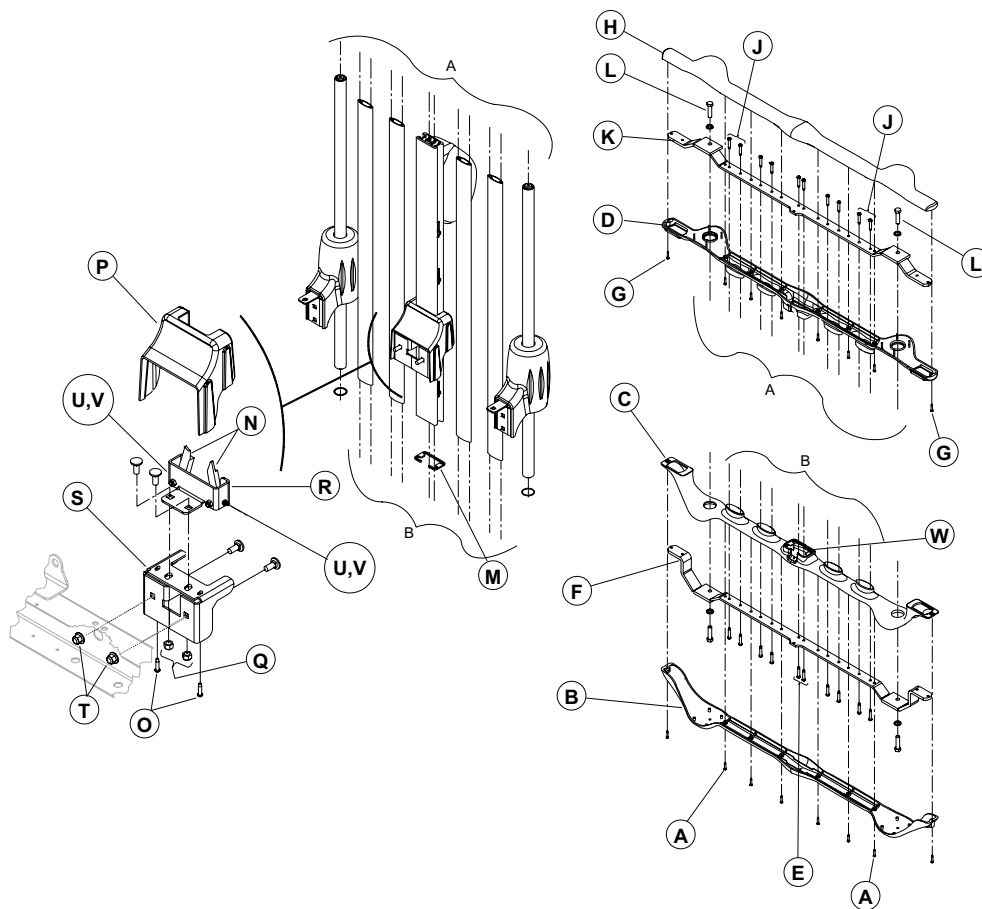

Figure 29 – Remplacement de la colonne centrale de la barrière latérale (portes d'accès fixes)
4. À l'aide d'un tournevis cruciforme n° 1, retirer les huit vis (A) qui fixent la moitié inférieure de la pièce de finition en plastique inférieure (B) à la moitié supérieure de la pièce de finition en plastique inférieure (C) (Figure 29). Conserver les vis.
6. À l'aide d'un tournevis cruciforme n° 2, retirer les deux vis (E) qui fixent l'extrémité inférieure de la colonne centrale à l'élément de structure inférieur (Figure 29). Conserver les vis.
9. À l'aide d'un tournevis cruciforme n° 1, retirer les huit vis (G) qui fixent la moitié supérieure de la pièce de finition en plastique supérieure (H) à la moitié inférieure de la pièce de finition en plastique supérieure (Figure 29). Conserver les vis.
13. À l'aide d'un tournevis cruciforme n° 2, retirer les dix vis (J) qui fixent la moitié supérieure des montants et la colonne centrale à l'élément de structure supérieur (K) (Figure 29). Conserver les vis.
14. À l'aide d'une douille de 1/2 po, retirer les deux boulons et les deux rondelles (L) qui fixent l'extrémité supérieure des deux montants de guidage à l'élément de structure (K) (Figure 29). Conserver les boulons et les rondelles.
18. Installer la nouvelle colonne. Insérer l'extrémité inférieure dans le sabot de frein et faire glisser la colonne jusqu'à ce que le bas soit logé dans la cavité (W) de la pièce de finition en plastique inférieure. Prendre des précautions pour éviter d'endommager le joint lors de l'insertion de la colonne dans la pièce en plastique inférieure. Voir la remarque après l'étape 16. Pendant que la colonne glisse à travers le sabot de frein, tourner la poignée pour ouvrir les butées de verrouillage (N) lorsque la colonne atteint chacune des butées fixes (Figure 29).
22. À l'aide d'un tournevis cruciforme n° 2, retirer les deux vis (O) qui fixent le couvercle du sabot de frein (S) au support de sabot de frein. Retirer et conserver le couvercle (Figure 29).
23. À l'aide d'une douille de 1/2 po, desserrer les deux contre-écrous (Q) qui fixent le sabot de frein (R) au support de sabot de frein (S). Retirer et conserver les deux contre-écrous (T) qui fixent le support du sabot de frein au châssis (Figure 29).
24. Effectuer un mouvement de va-et-vient avec le sabot de frein (côté tête vers côté pieds) et déplacer de gauche à droite le support de sabot pour positionner les butées de verrouillage (N) (Figure 29). Serrer les contre-écrous.
25. Si les butées de verrouillage frottent toujours contre l'extrusion en plastique, desserrer le contre-écrou (U) à l'aide d'une clé mixte de 3/8 po. Tourner la vis de réglage (V) à l'aide d'une clé hexagonale de 3/32 po jusqu'à l'obtention du bon alignement (Figure 29).
3. À l'aide d'un tournevis cruciforme n° 1, retirer les huit vis (A) qui fixent la moitié inférieure de la pièce de finition en plastique inférieure (B) à la moitié supérieure de la pièce de finition en plastique inférieure (D) (Figure 29). Conserver les vis.
7. À l'aide d'un tournevis cruciforme n° 1, retirer les huit vis (G) qui fixent la moitié supérieure de la pièce de finition en plastique supérieure (H) à la moitié inférieure de la pièce de finition en plastique supérieure (D) (Figure 29). Conserver les vis.
3. À l'aide d'un tournevis cruciforme n° 1, retirer les huit vis (A) qui fixent la moitié inférieure de la pièce de finition en plastique inférieure (B) à la moitié supérieure de la pièce de finition en plastique inférieure (C). En cas de réparation d'une barrière latérale, ouvrir les portes d'accès pour atteindre les deux vis situées aux extrémités de la moitié supérieure de la pièce de finition en plastique inférieure (Figure 28 ou Figure 29). Conserver les vis.
5. À l'aide d'un tournevis cruciforme n° 1, retirer les huit vis (A) qui fixent la inférieure de la pièce de finition en plastique inférieure (B) à la moitié supérieure de la pièce (C) (Figure 29). Ouvrir la porte d'accès mobile, le cas échéant, pour atteindre les vis à chaque extrémité de la moitié supérieure du couvercle (Figure 28). Conserver les vis.